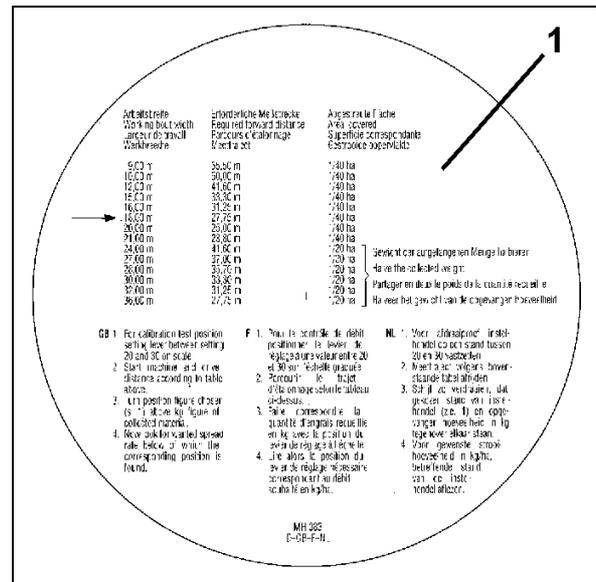

Fig. 48
- Der Tabelle zur Ermittlung der erforderlichen Messstrecke [m] (Fig. 48).
2. Aus der Tabelle (**Fig. 48/1**) für die gewünschte Arbeitsbreite **18 m** die erforderliche Messstrecke **27,75 m** ablesen.